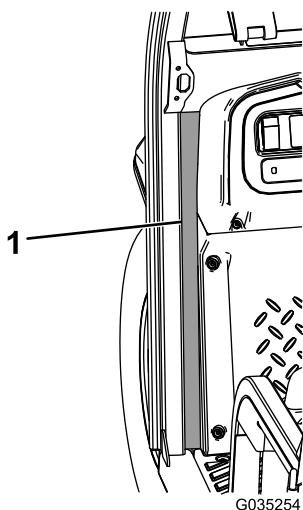

Figura 15
11. Retire el papel protector de las juntas de espuma derecha, delantera e izquierda y fíjelas a la máquina (Figura 15).